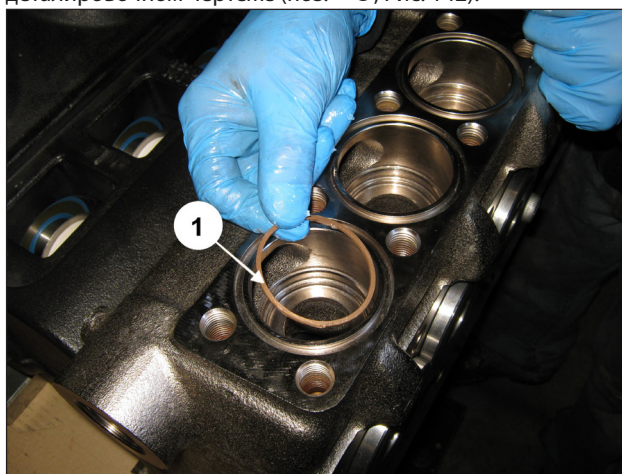

Рис. 142
Приступите к монтажу нагнетательных клапанных узлов: Вставьте антиэкструзионное кольцо, поз. №21 на детализовочном чертеже (поз. ①, Рис. 142).